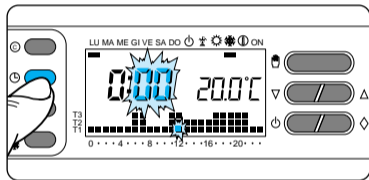

Fig. 17
3.2 - Pulse el botón  (fig. 17).